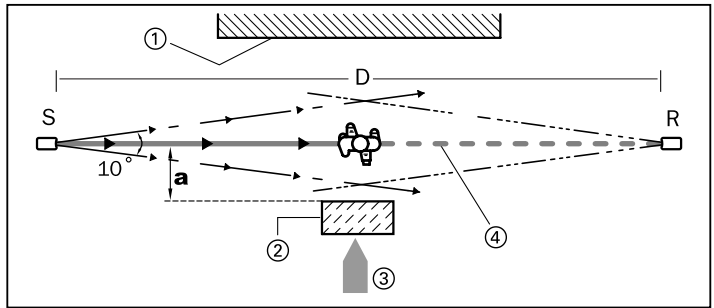

Fig 2-3 : Distance des surfaces réfléchissantes, implantation et alignement corrects
4. Les surfaces réfléchissantes situées (de façon permanente ou temporaire) à l'intérieur du cône d'émission et/ou de réception des appareils peuvent entraîner des réflexions gênantes et conduire à la non détection d'un obstacle (objet ou personne) occultant le faisceau. C'est la raison pour laquelle toutes les surfaces et objets réfléchissants (p.ex. un conteneur de matériaux) doivent être maintenus à une distance minimale "a" avec une symétrie de rotation autour de l'axe optique émetteur-récepteur (consulter les fig. 2-3 et 2-4).